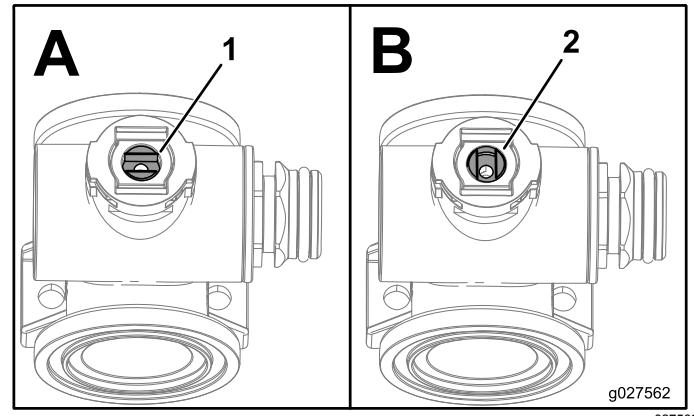

Figure 97
1. Positionnez la tige de la valve pour la placer en position fermée (partie B de la Figure 97).
3. Tournez la tige de la valve pour placer la bille à la position ouverte (A à la Figure 97).
- Tournez la tige de la vanne de sorte à fermer la vanne (B sur la Figure 97).